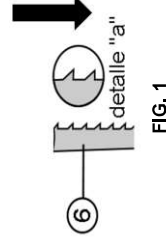

FIG. 1
2.- Instalación de la cinta sierra (5):
a) El primer paso es tomar la cinta sierra en la posición que va a ser colocada, la referencia son los dientes, **la dirección de los mismos deberá de ser hacia abajo, que es la dirección del corte como se muestra en el detalle "a" de la fig. 1.**
b) Ahora coloque la cinta sierra en las poleas (2 & 19), primero en la superior, luego en la inferior, colóquela ahora en las guías (13 & 14) y entre los limpiadores (17).